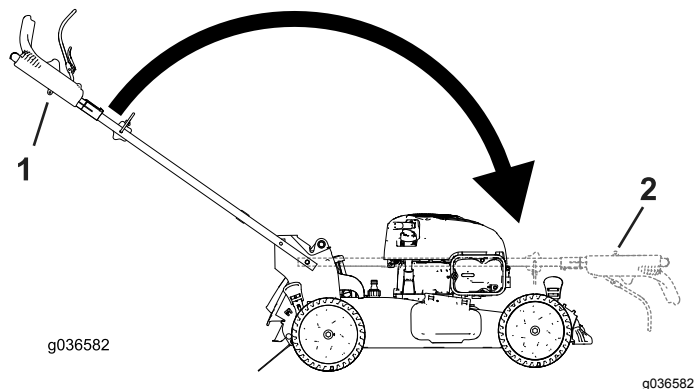

Figura 25
2. Piegate la stegola, ruotandola in avanti (Figura 25).